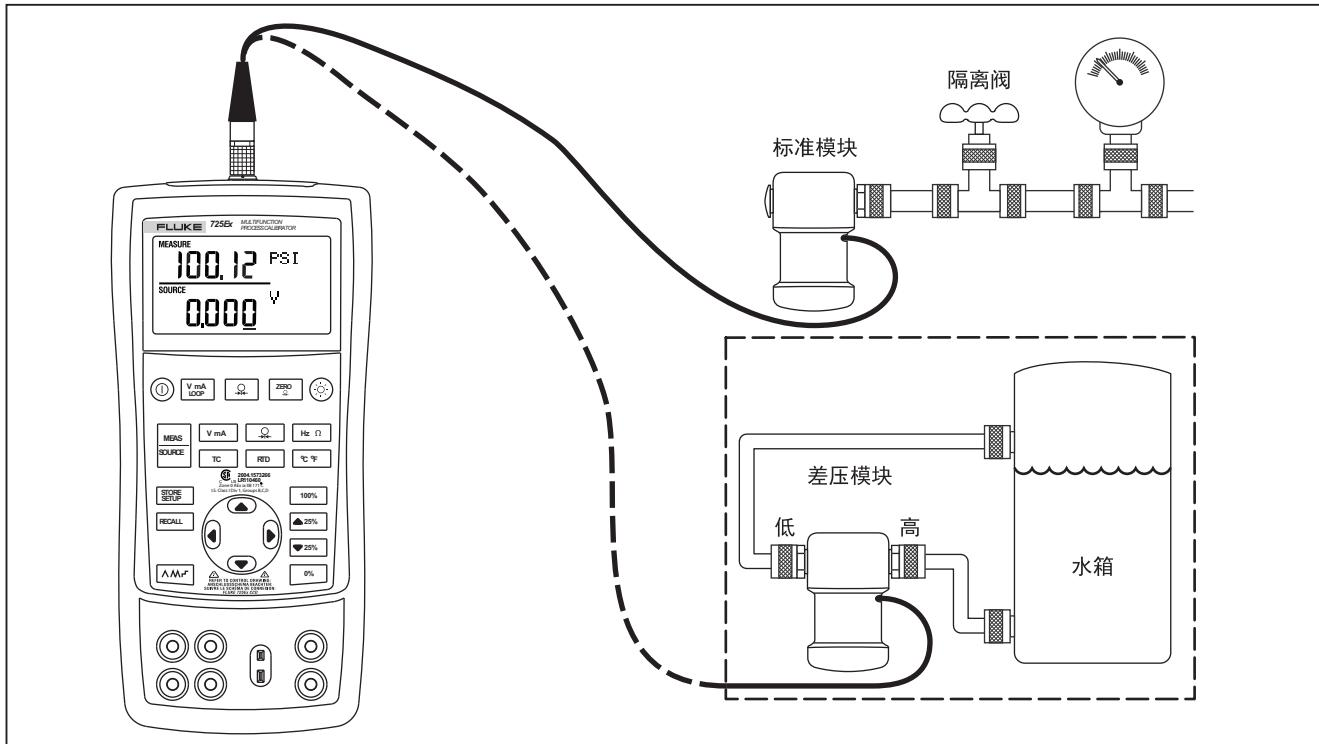

图 13. 用于压力测量的连接
1. 将压力模块连接到校准器，如图 13 所示。压力模块上的螺纹可接受标准的  $\frac{1}{4}$  NPT 管配件。如果必要，使用随附的  $\frac{1}{4}$  NPT 至  $\frac{1}{4}$  ISO 转接器。